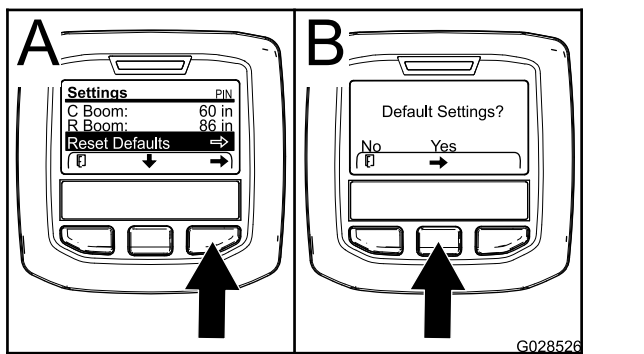

图28
- 按中间选择按钮导航至恢复默认值条目（图28）。
- 在默认设置屏幕中，按左侧选择按钮为“否”，按右侧选择按钮为“是”（图28）。